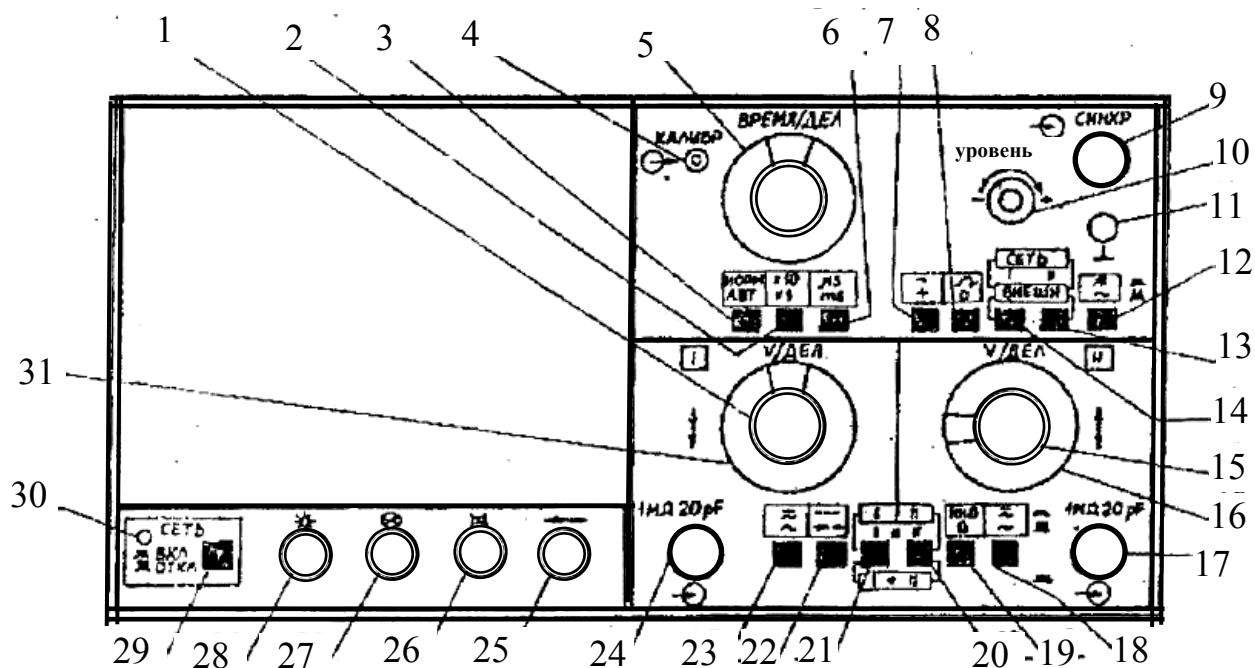

Рис. 3
3. Включить в сеть звуковой генератор и осциллограф (рис. 3).